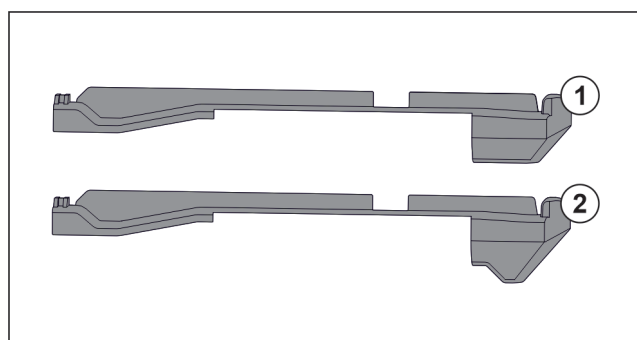

Fig. 27 Comparaison des éléments emboîtables
L'appareil comprend deux éléments emboîtables différents. L'élément emboîtable au-dessus du tiroir inférieur Fig. 27 (2) a un bord triangulaire. Tous les autres éléments emboîtables Fig. 27 (1) ont un bord droit.
- ▶ Poser l'élément emboîtable Fig. 27 (2) avec le bord triangulaire sur le tiroir inférieur.
- ▶ Poser l'élément emboîtable Fig. 27 (1) avec le bord droit à tous les autres endroits.